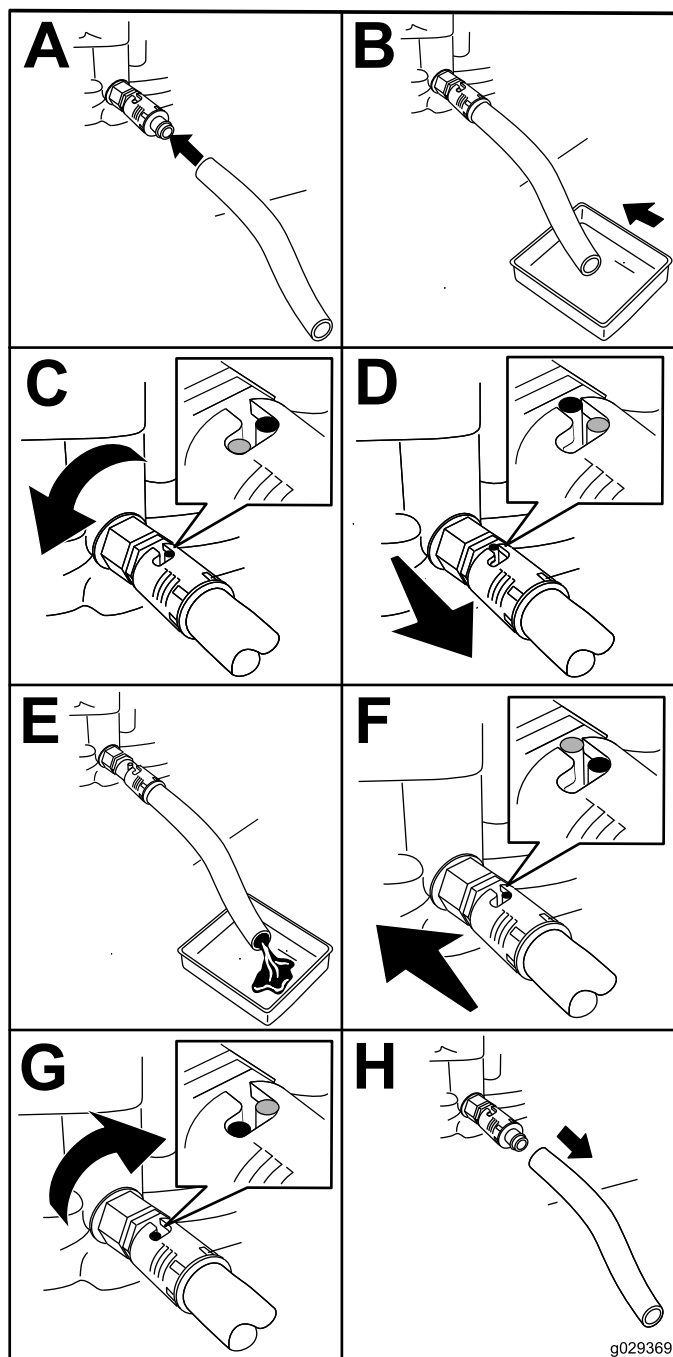

Figura 31
4. Instale o tubo de drenagem na válvula de drenagem (Figura 31).
5. Coloque a outra extremidade do tubo num recipiente adequado para óleo (Figura 31).
6. Rode a válvula de drenagem de óleo 1/4 de volta no sentido contrário ao dos ponteiros do relógio para começar a drenar o óleo (Figura 31).
7. Quando todo o óleo tiver sido drenado, rode a válvula de drenagem de óleo 1/4 de volta no sentido dos ponteiros do relógio para fechar a válvula (Figura 31).